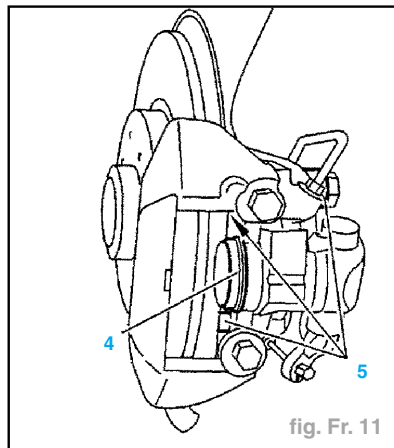

fig. Fr. 11
- Contrôler visuellement (fig. Fr. 11) :
- le bon état et l'ajustement parfait du capuchon (4) et des soufflets de protection (5).